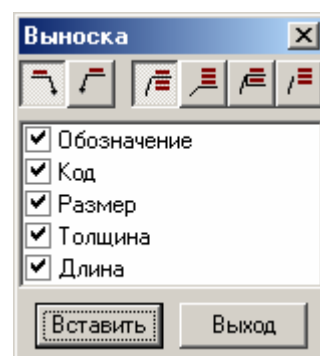

Рис. 73 Диалоговое окно **Выноска**
2. В открывшемся диалоговом окне **Выноска** (рис. 73) указать элементы, составляющие текст выноски: **Обозначение**, **Код**, **Размер**, **Толщина** и **Длина**.